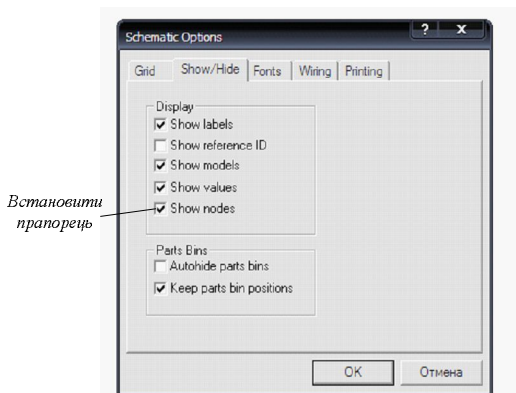

Рисунок 5 – Введення на схемі номерів вузлів
2.4 Проставте номери вузлів (*Circuit/ Schematik Options/Show nodes*) (рисунок 5).